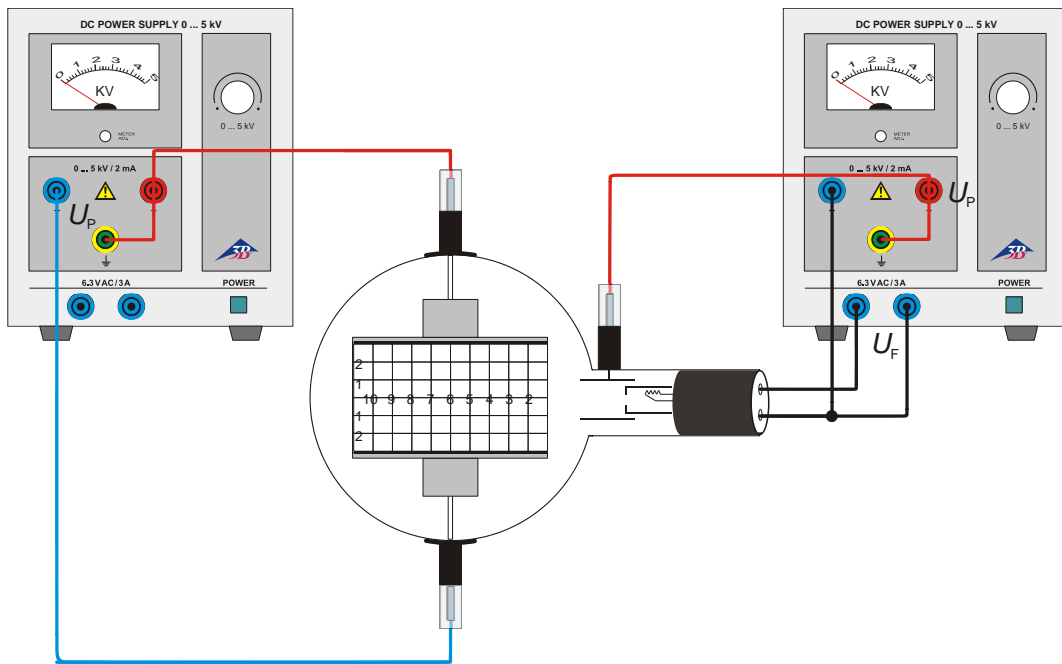

Fig.3 Desvio elétrico
- Efetuar a conexão do tubo conforme a fig. 3. Sendo que o pólo negativo da tensão anódica deve ser ligado com o conector de 4 mm com a indicação de negativo no gargalo do tubo.
- Montagem da experiência conforme fig. 3.